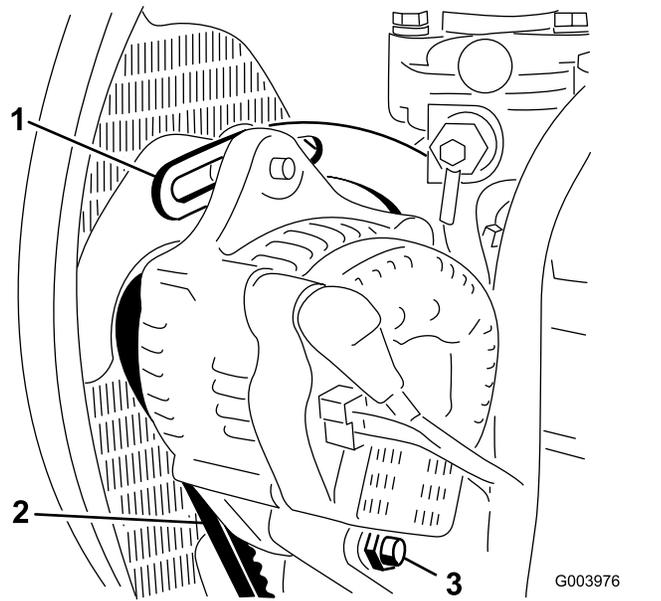

図 71
2. オルタネータ側プーリとクランクシャフト側プーリ間の中央部でオルタネータベルト (図 71) を指で 10 kg 程度の力で押してベルトの張りを点検する。
3. ブレースをエンジンに固定しているボルト 図 71 と、オルタネータをブレースとピボットボルトに固定しているボルトをゆるめる。